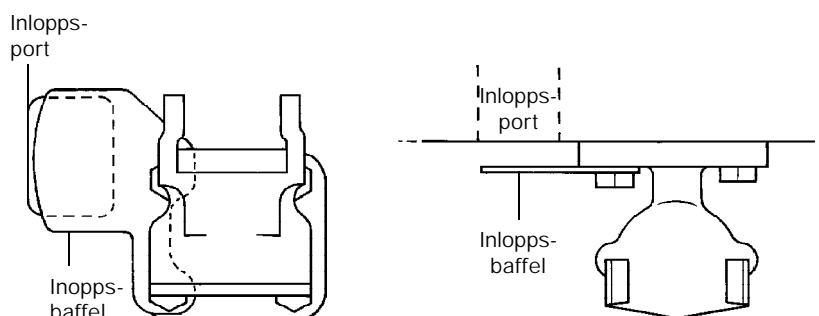

Fig. 10
- Skruva loss de 4 bultarna och muttrarna (7).
- Avlägsna huvudventilssatsen (5) och packningarna (6).
- Montera den nya packningen (6) och huvudventilssatsen (5), inklusive flänsplattan (se sid. 16, Fig. 10 och 11).
- Dra åt bultarna och muttrarna (7) jämnt (se Tabell 1 för de rekommenderade åtdragningsmomenten).